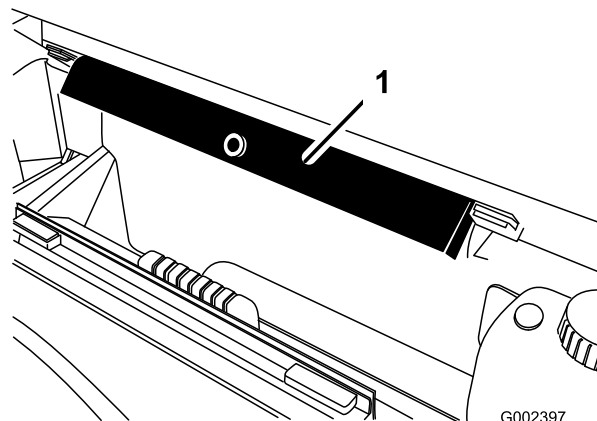

Figura 11
8. Scoateți suportul pentru platformă din suporturile de depozitare din spatele panoului ROPS (Figura 11).